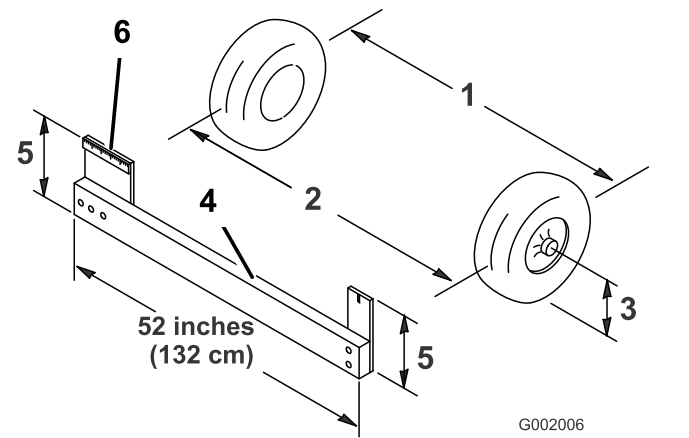

Figure 50
- Mesurez la distance entre les roues avant à hauteur d'essieu, à l'avant et à l'arrière des roues (Figure 50).
**Remarque:** Vous aurez besoin d'un gabarit ou d'un contrôleur d'alignement pour mesurer précisément l'arrière des roues avant à hauteur d'essieu. Utilisez le même gabarit ou outil pour mesurer précisément l'avant des roues avant à hauteur d'essieu (Figure 50).